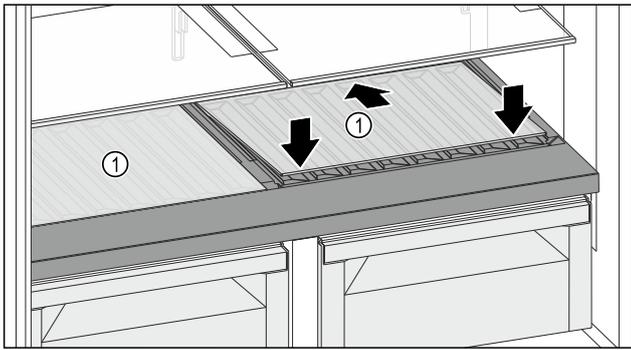

Fig. 127
- ▶ Glasplatte Fig. 127 (1) schräg und nach hinten unten geneigt ansetzen.
- ▶ Glasplatte Fig. 127 (1) vorne absenken.